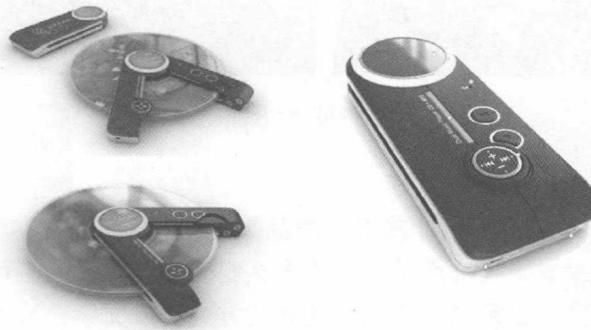

图 1-6 MP3 播放器
④ MP3 播放器概念产品：这款新型的 MP3 播放器，既保持小巧的身姿，又能够兼顾 CD 音乐媒体，大部分时候它像是普通的 MP3 播放器一样工作，但是如果想听 CD 音乐，只需要将 CD 插入插槽，通过一端的转轴将 CD 光盘固定住，就可以读取 CD 上的音乐了，如图 1-6 所示。